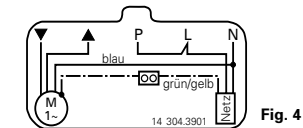

Fig. 4
**Montage/Fig. 4****D****ACHTUNG****Netzspannung ausschalten!**
- Schließen Sie das Gerät bitte gemäß Fig. 4 an.